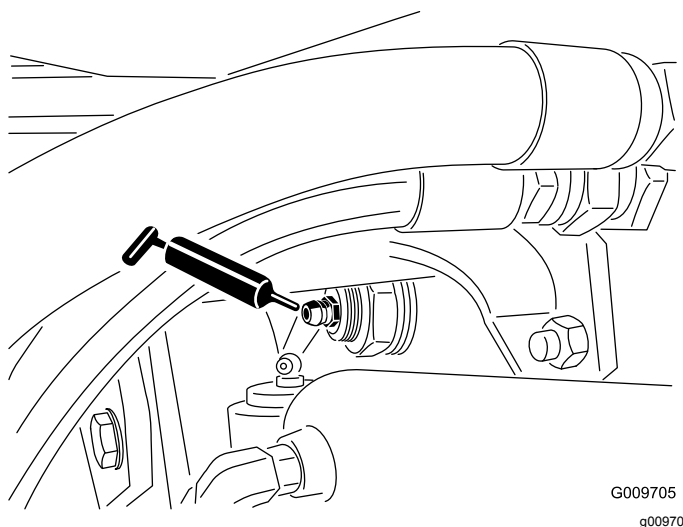

Figura 27
- Casquillos del pivote del eje trasero (2) (Figura 27)